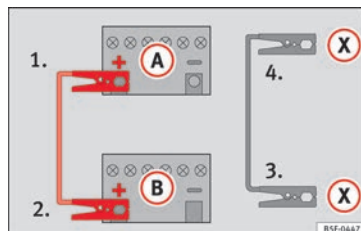

Fig. 60 Schema elettrico per i veicoli dotati di sistema Start&Stop.
- *Nei veicoli con sistema Start/Stop:* collegare un'estremità del cavo **nero** di emergenza (X) a un terminale di massa idoneo, a un elemento metallico massiccio avvitato al monoblocco del motore o al monoblocco stesso » fig. 60.
5. Collegare l'altra estremità del cavo **nero** (X), al monoblocco del motore del veicolo con la batteria scarica oppure ad un elemento metallico massiccio annesso al monoblocco e comunque non nelle immediate vicinanze della batteria (A).